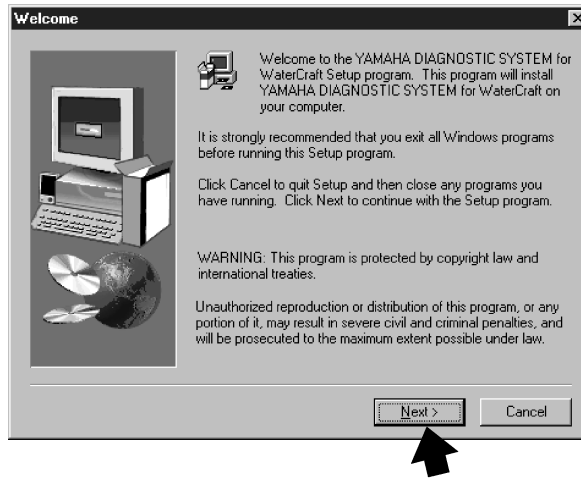

Fig. 3
4. Click the **Next** button to start the installation process. (Fig. 3)
4. Cliquer sur le bouton **Next** pour commencer le processus d'installation (Fig. 3).
4. Klicken Sie auf **Next**, um den Installationsprozess zu beginnen. (Abb. 3)
4. Haga clic en el botón **Next** para iniciar el proceso de instalación. (Fig. 3)